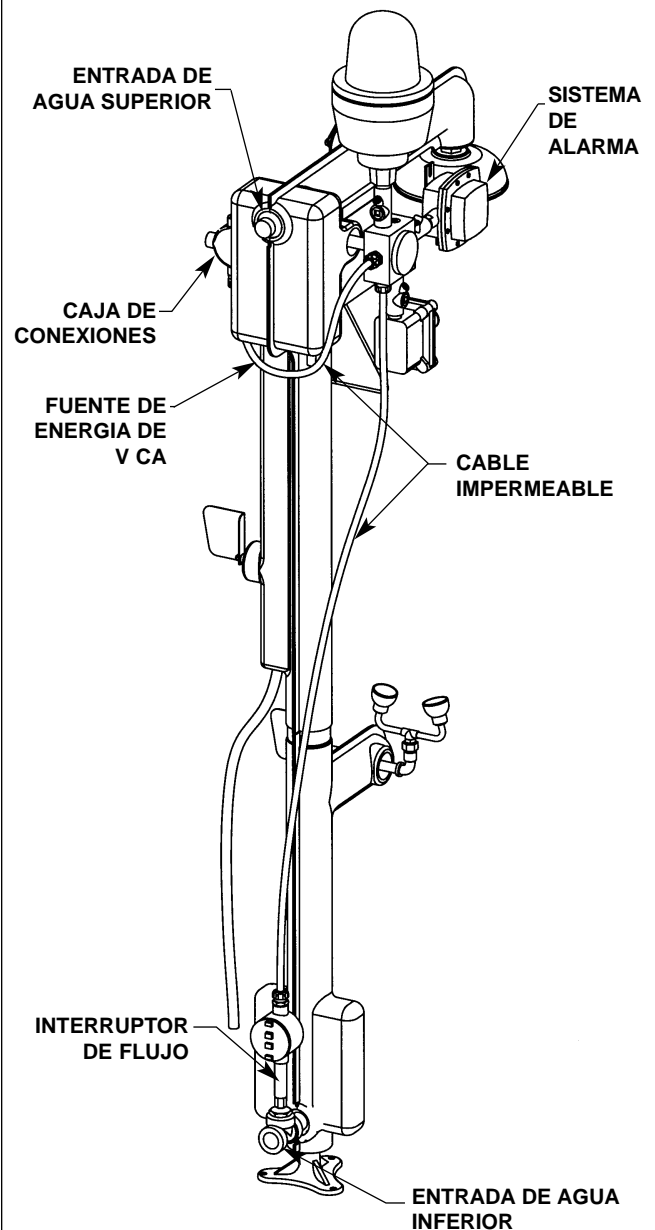
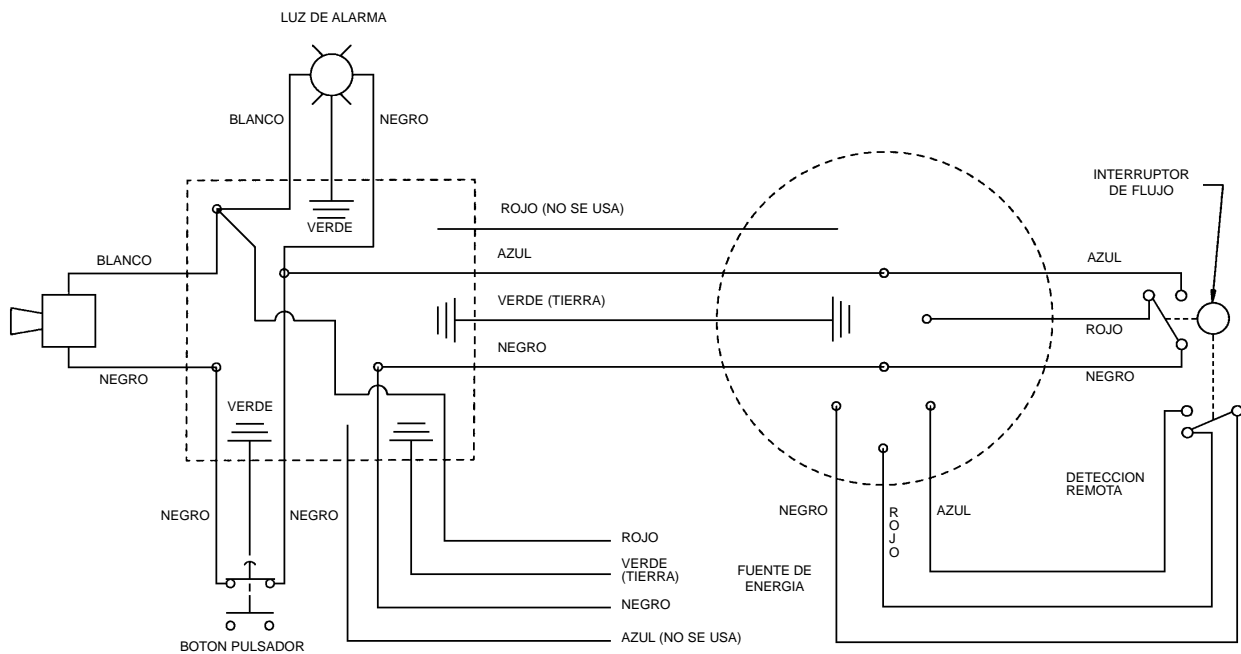

Figura 1
Figura 2
*NOTA:* Debido a que el interruptor de flujo se va a instalar a la alarma a través de un cable impermeable de 2,1 m (7 pies) de largo, el instalador debe mantener en mente la ubicación donde se va a montar la alarma al seleccionar el lugar para el interruptor de flujo (consulte la Figura 1).
1. Escoja un lugar para montar el interruptor de flujo en un tramo horizontal de la línea de suministro de agua. La entrada y la salida del interruptor de flujo deben estar a un mínimo de 15 cm (6 pulgadas) de cualquier T o codo en la línea de suministro de agua (consulte la Figura 1).
- Se puede instalar la alarma directamente a la tubería de la ducha de alto flujo usando la tornillería de montaje suministrada (consulte la Figura 1 en la página 16).
1. Conecte el interruptor de flujo a la alarma instalando un conector de conducto a un extremo del cable impermeable de 2,1 m (7 pies) y a la caja de conexiones del interruptor de flujo (consulte la Figura 1 en la página 16 y la Figura 2 a continuación).